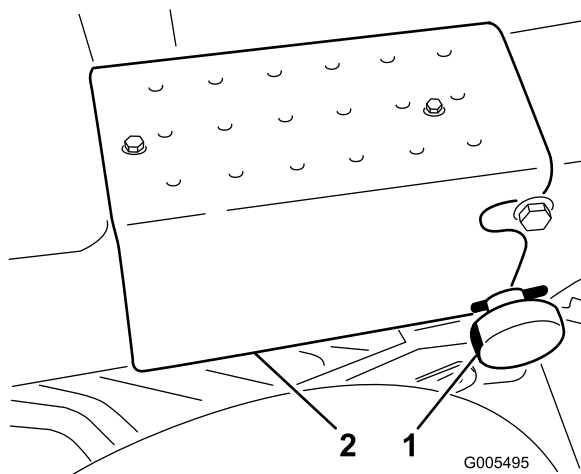

Figura 7
5. Articule o braço da direcção para a posição de operação vertical (entalhes). Prenda com o manípulo de bloqueio e contrapino (Figura 7).
6. Monte o degraú direito no chassis usando 2 parafusos auto-roscentes (Figura 7).